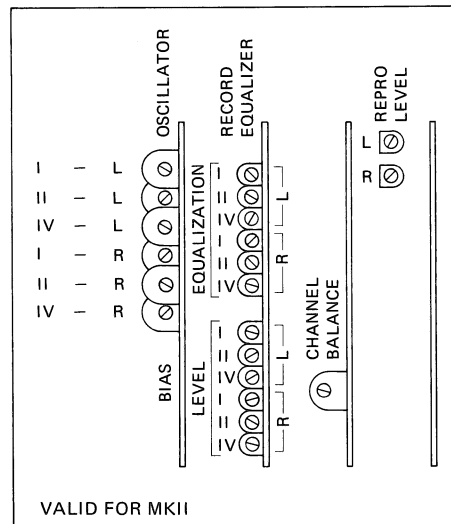

Fig. 5.3
- Mit dem Trimpotentiometer CHANNEL BALANCE (Fig. 5.3) den rechten Kanal auf den gleichen Pegel einstellen.
- Adjust right-hand channel to identical level with the aid of CHANNEL BALANCE trimmer potentiometer (Fig. 5.3).
- Réglez le canal droit au même niveau grâce au trimmer CHANNEL BALANCE (fig. 5.3).
- Ajustez le trimmer PEAK METER CALIBRATION (fig. 5.3) pour les deux canaux de façon à ce que les deux segments situés à gauche du symbole DOLBY (0 dB) s'allument à peine.
- Wiedergabepegel mit den Trimpotentiometern REPRO LEVEL L und R so einstellen, dass am LINE OUTPUT +2 dBu (0,97 V) ansteht (Fig. 5.3).